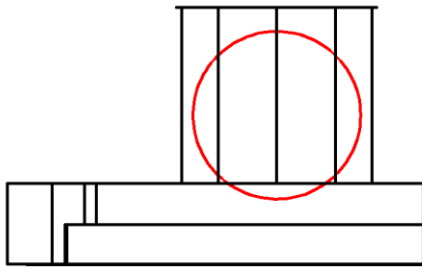

Рис. 2.6. Построение фронтального цилиндрического выреза
– строим в новой ПСК окружность диаметром 62 мм, центр которой лежит на расстоянии 40 мм от верхнего основания цилиндра, для чего используем объектные привязки и полярное отслеживание (рис. 2.6).